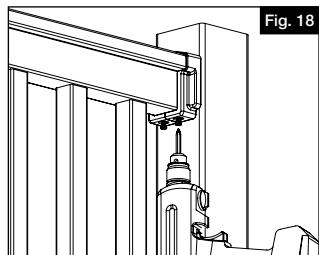

Fig. 18
- d. En serrant fortement le couvercle du support pour le fermer, percer deux avant-trous pour les deux trous situés en dessous au moyen d'un foret de $\frac{1}{8}$ po (3,2 mm). Puis, enfoncer deux vis à tête carrée no 10 x 1 po (25 mm) à travers le couvercle et le support métallique jusque dans la main courante (Fig. 18).